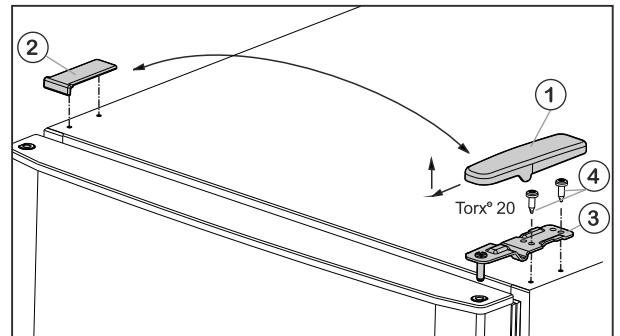
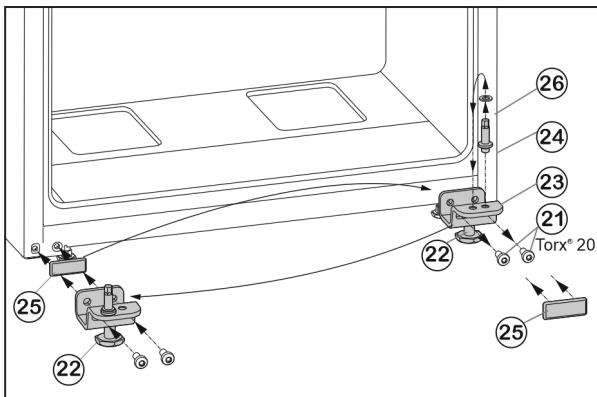

Fig. 5
Fig. 7
- ▶ Skinite pokrov Fig. 5 (1) prema naprijed i gore.
- ▶ Podignite pokrov Fig. 5 (2).
- ▶ Odvijte gornji podložak ležaja Fig. 5 (3) (2 puta Torx® 20 Fig. 5 (4)) i izvucite ga prema gore.
- ▶ Odvijte pričvršne vijke Fig. 7 (21).
- ▶ Skinite cijeli podložak ležaja dolje Fig. 7 (23) zajedno sa svornjakom ležaja Fig. 7 (24), pločicom Fig. 7 (26) i podesivom nožicom Fig. 7 (22).
- ▶ Potpuno odvijte svornjak ležaja Fig. 7 (24) zajedno s pločicom Fig. 7 (26), premjestite ga u suprotnu prihvatnu rupu podloška ležaja i ponovo zavijte.
- ▶ Pažljivo skinite poklopac Fig. 7 (25) i premjestite ga na drugu stranu.
- ▶ Cijeli podložak ležaja dolje Fig. 7 (23) zajedno sa svornjakom ležaja Fig. 7 (24), pločicom Fig. 7 (26) i podesivom nožicom Fig. 7 (22) ponovno pričvrstite na novoj strani šarke, po potrebi uz pomoć odvijača na baterije (s 4 Nm).
- ▶ Stavite donja vrata odozgo na svornjak ležišta Fig. 7 (24).
- ▶ Podložak ležaja u sredini (13) umetnite u donja vrata okrenut za 180° pa ga pričvrstite vijcima (11) (2 puta Torx® 20) **pritegnite čvrsto (s 4 Nm)** na novu stranu šarki.
- ▶ Ponovo postavite plastičnu pločicu (10).
- ▶ Stavite gornja vrata na podložak ležaja u sredini (13).
- ▶ Umetnite gornji podložak ležaja Fig. 5 (3) na novu stranu šarke u vrata.
- ▶ Čvrsto pritegnite gornji podložak ležaja (s 4 Nm) (2 x Torx® 20) Fig. 5 (4). Po potrebi upotrijebite odvijač na baterije.
- ▶ Pokrov Fig. 5 (1) postavite izvana na suprotnoj strani tako da se fiksira.
- ▶ Pokrov Fig. 5 (2) postavite odozgo na suprotnoj strani tako da se fiksira.
- ▶ Odvijte podesivu nožicu Fig. 7 (22) napodlošku ležaja dolje Fig. 7 (23) tako da se podupre o pod.